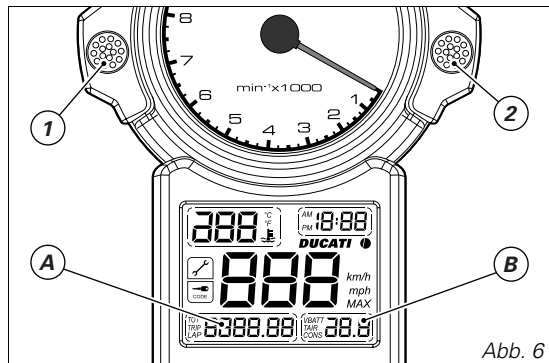

Abb. 6
Durch Drücken der Taste (1) (Abb. 6) werden bei einem auf **ON** stehenden Zündschlüssel abwechselnd der Stand des Tageskilometerzählers, des Kilometerzählers und die gefahrene Rundenzeit angezeigt.
Durch Drücken der Taste (2) (Abb. 6) werden bei einem auf **ON** stehenden Zündschlüssel abwechselnd die Batteriespannung, die Lufttemperatur und der Kraftstoffverbrauch angezeigt.